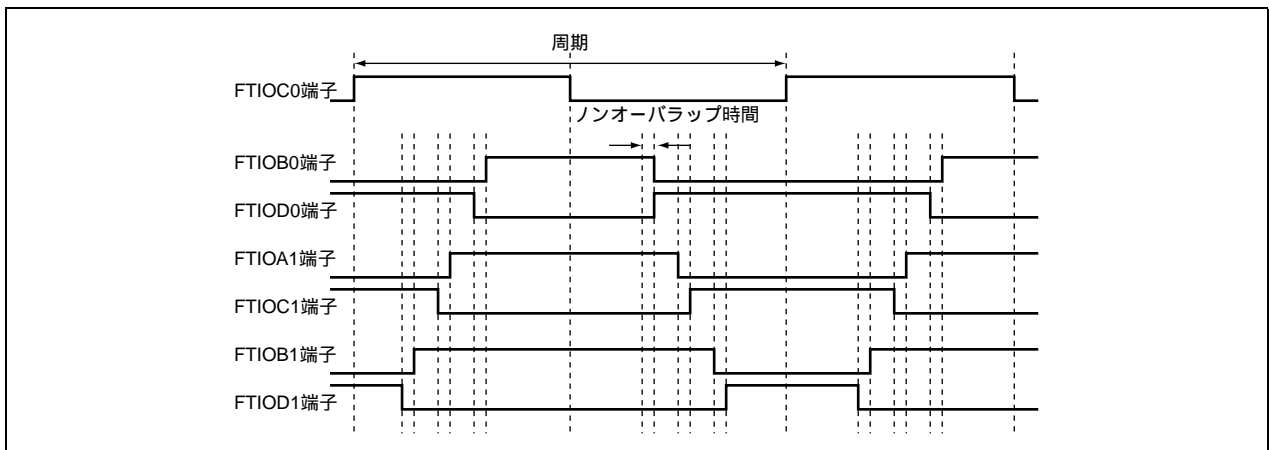

図 1.1 相補 PWM（正相・逆相）3 相出力波形
1. 図 1.1 に示すように正相・逆相がノンオーバーラップの関係にある PWM 波形（正相・逆相）を 3 相出力します。